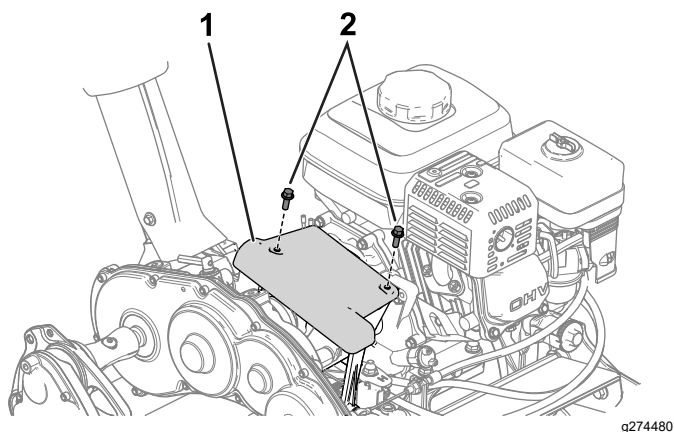

Figura 31
1. Aceda ao disco de fricção e placa de pressão removendo a cobertura da embraiagem (Figura 31).